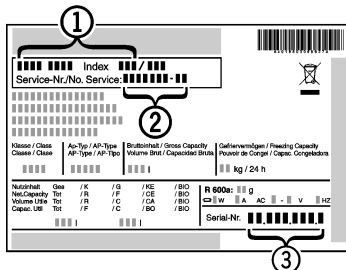

Fig. 9
- ▶ Denominación del aparato Fig. 9 (1), nº del servicio técnico Fig. 9 (2) y nº de serie Fig. 9 (3) en la placa de identificación. La placa de identificación se encuentra en la parte interior izquierda del aparato.
- ▶ Informe al servicio postventa e indique el fallo, la denominación del aparato Fig. 9 (1), el nº del servicio técnico Fig. 9 (2) y el nº de serie Fig. 9 (3).